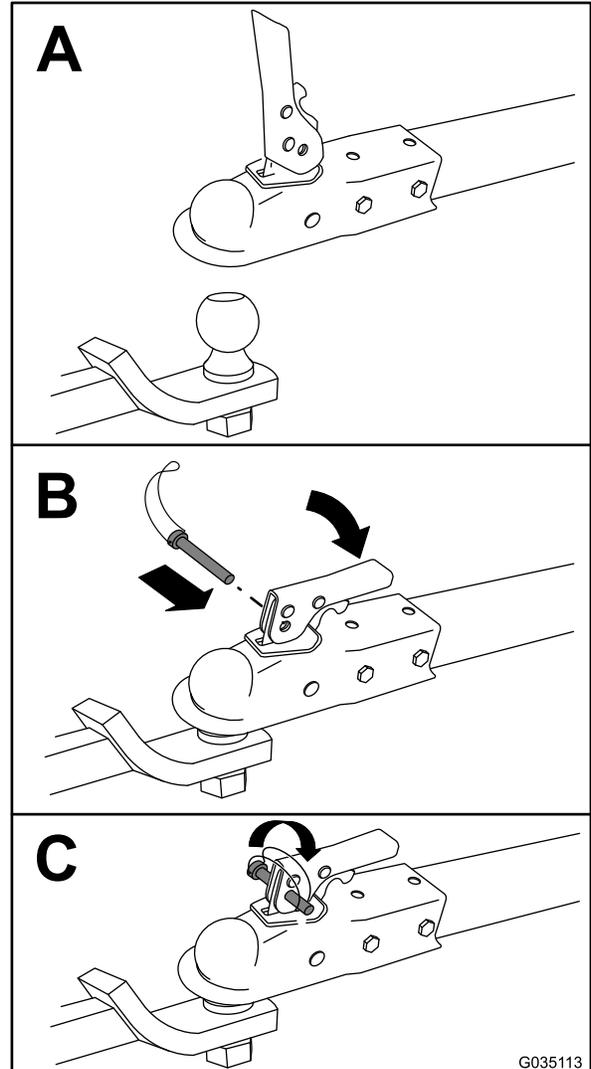

Figure 17
3. Attellez la machine comme montré à la Figure 17.